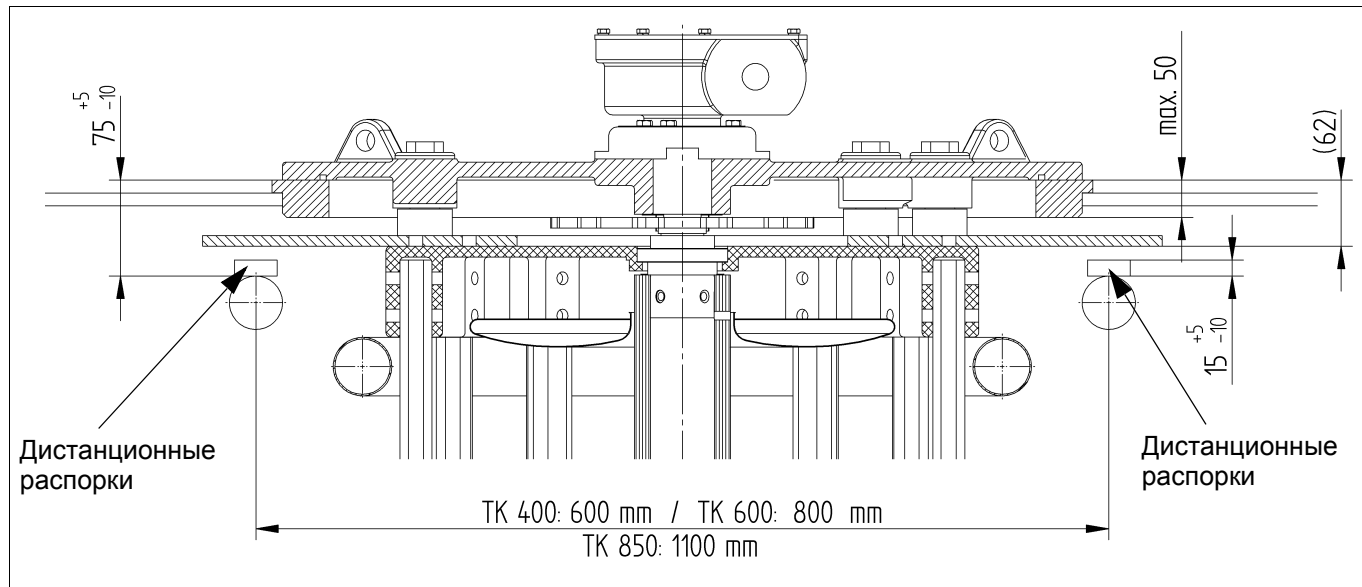
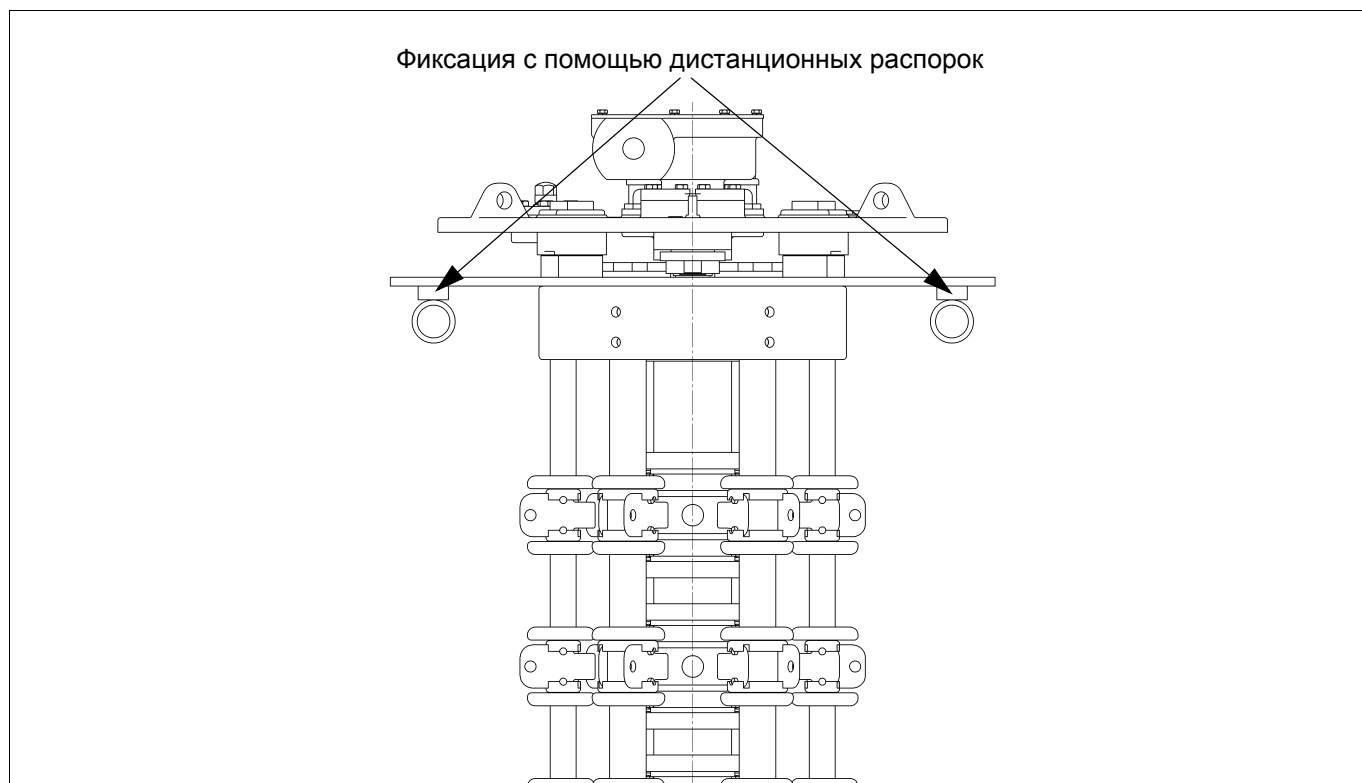

рис. 98 Положение несущей конструкции в вертикальной плоскости
рис. 99
- 2) Проверьте монтажное положение (рис. 98) и временно зафиксируйте в нем устройство ПБВ (опорный фланец), установив дистанционные распорки (рис. 99).